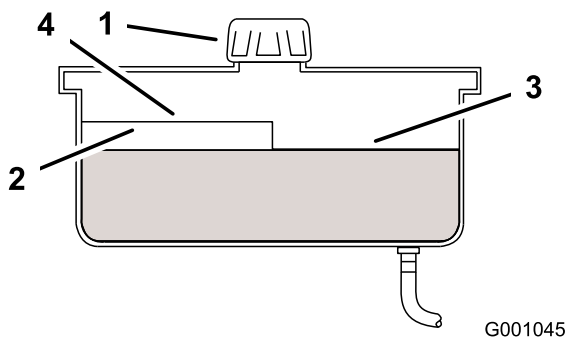

Bild 46
4. Reinigen Sie den Bereich um den Einfüllstutzen und den Deckel des Hydraulikbehälters (Bild 46).
5. Schrauben Sie den Deckel vom Einfüllstutzen ab. Schauen Sie in den Stutzen um sicherzustellen, dass Öl im Behälter ist. (Bild 46).
Hinweis: Der Füllstand sollte bei heißem Öl die Oberkante der heißen Einfüllmarkierung der Zwischenplatte erreichen (Bild 46).